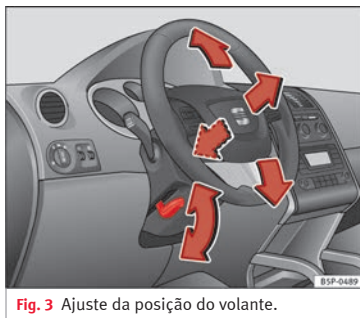

Fig. 3 Ajuste da posição do volante.
- Puxe para baixo a alavanca »» Fig. 3 situada por baixo da coluna da direção »» ⚠.